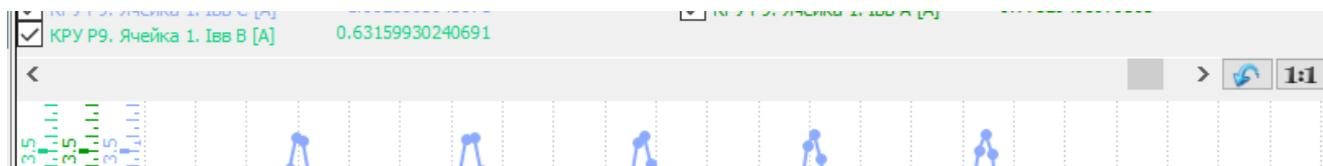

Рисунок 25 – Полоса прокрутки времени
8.6 Пункт контекстного меню "Скрыть/Показать полосу прокрутки времени". Скрывает и показывает полосу прокрутки времени (Рисунок 25) в панели трендов.